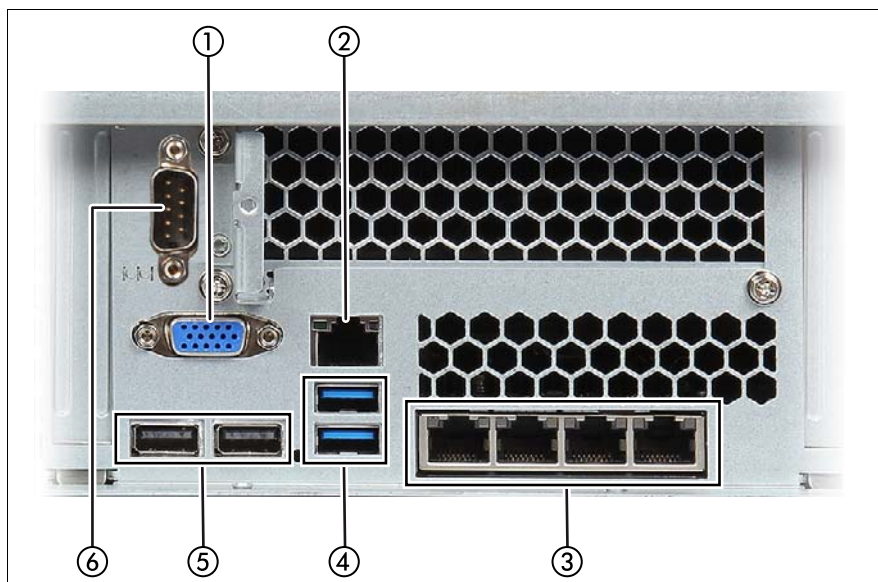

図 2: 背面の接続パネル
- ▶ モニタ、キーボード、およびマウスをサーバの標準ポートに接続します（53 ページの図 2および表を参照）。